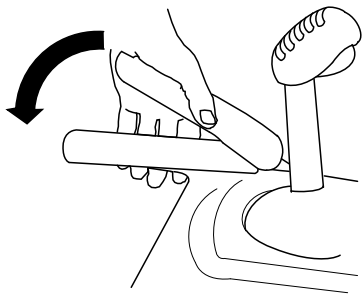

Bild 15
1. Drücken Sie zum Einkuppeln des Fahrtriebs den linken Hebel (Fahrtrieb) zum Handgriff (Bild 15).